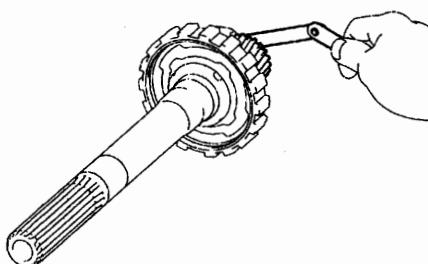

图 12-1-62
(66) 检查后行星齿轮总成。
①如图 12-1-62 所示，用塞尺测量后行星齿轮止推间隙，标准间隙为 0.2~0.6mm，最大间隙为 0.65mm。间隙大于最大值，则应更换行星齿轮总成。